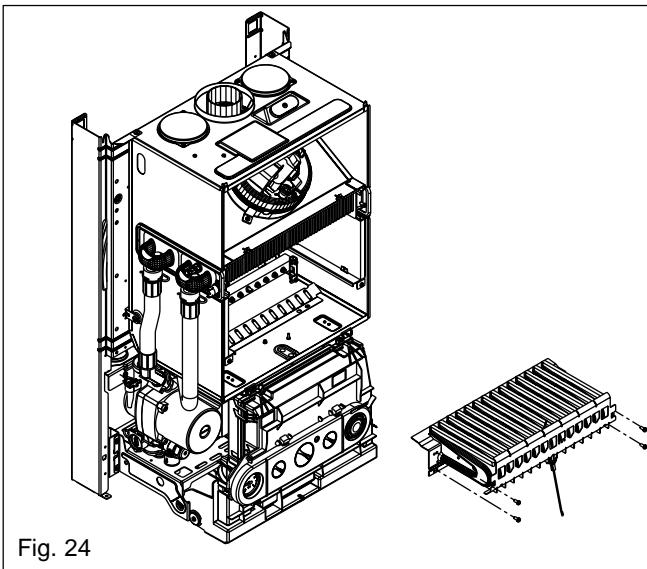

Fig. 24
**6.18 FLUE FAN (fig. 24 & 27)**